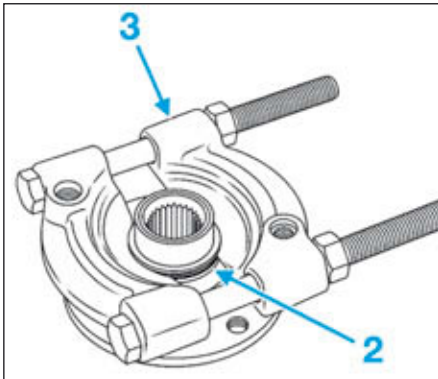

FIG.13
- Extraire la bague intérieure (2) du moyeu à l'aide d'un extracteur à mâchoire (3) (Fig.13).